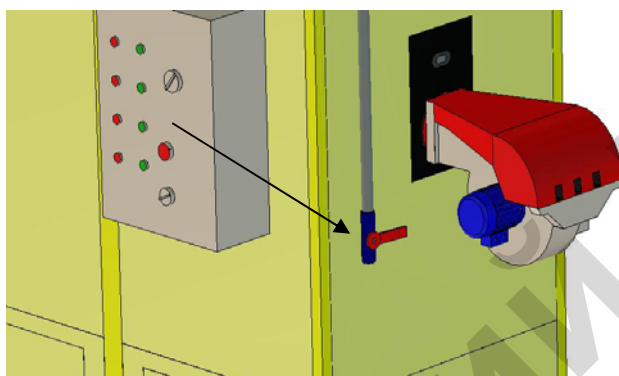

Рис. 4.27. Кран удаления конденсата
- для горелок на жидком топливе удалить конденсат топливной смеси (рис. 4.27), для чего открыть кран, подставив под него приготовленную заранее емкость. Конденсат удалять при выключенном теплогенераторе сушилки.